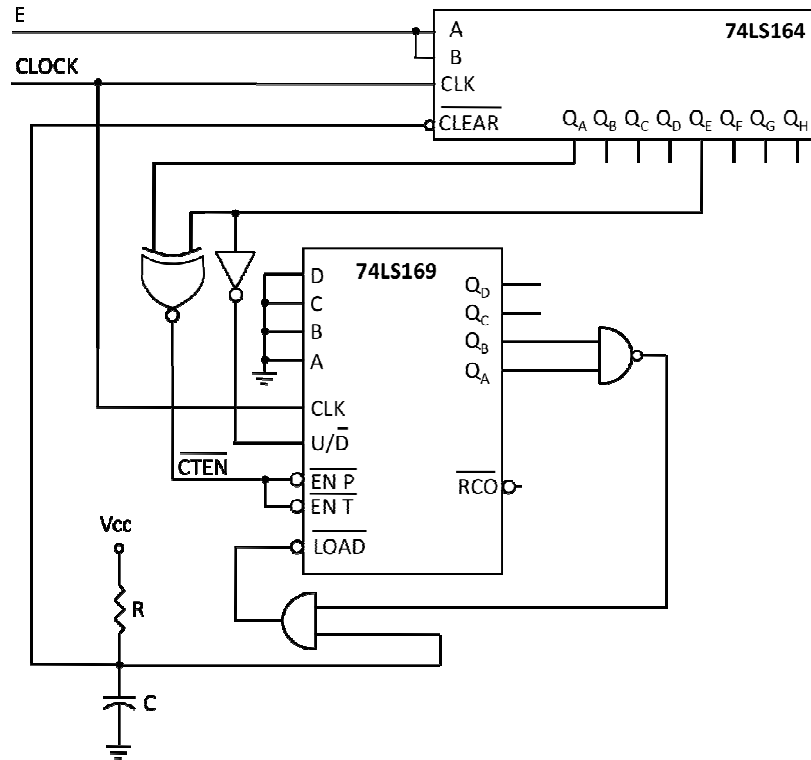

Figura 12.1. Circuito secuencial.
Dado el circuito de la Figura 12.1:
2) Partiendo del estado inicial que haya justificado en el apartado anterior y suponiendo que la red RC ha alcanzado su régimen estable, rellene el cronograma adjunto para el circuito de la Figura 12.1.